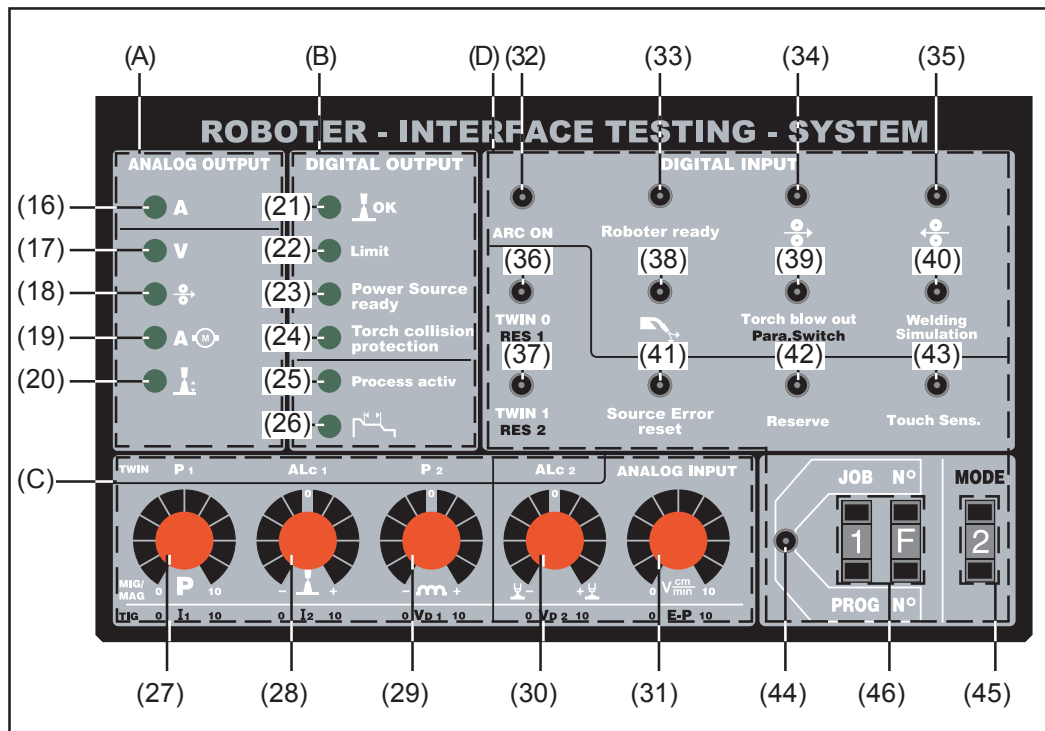

Fig.2 Panneau de commande du système test interface robot
Généralités Le synoptique des signaux analogiques se trouve en fig. 2 sous la catégorie (A) "Sortie analogique". Durant les essais, la commande du robot est simulée par le système test interface robot.
Le synoptique des signaux de sortie numériques se trouve en fig. 2 sous la catégorie (B) "Sortie numérique". Les signaux de sortie numériques sont transmis de l'interface robot au système test interface robot.
Le synoptique des signaux d'entrée analogiques se trouve en fig. 2 sous la catégorie (C) "Entrée analogique". Durant les essais, la commande du robot est simulée par le système test interface robot.
Le synoptique des signaux d'entrée numériques se trouve en fig. 2 sous la catégorie (D) “Entrée numérique“. Les signaux d'entrée numériques sont transmis du système test interface robot à l'interface robot.